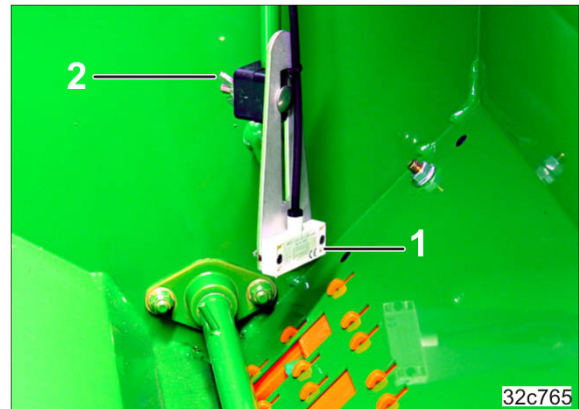

Bild 145
1. Ställ in nivåsensorns höjdläge (Bild 145/1) enligt den önskade restmängden utsäde.
2. Dra åt vingmuttrarna (Bild 145/2).